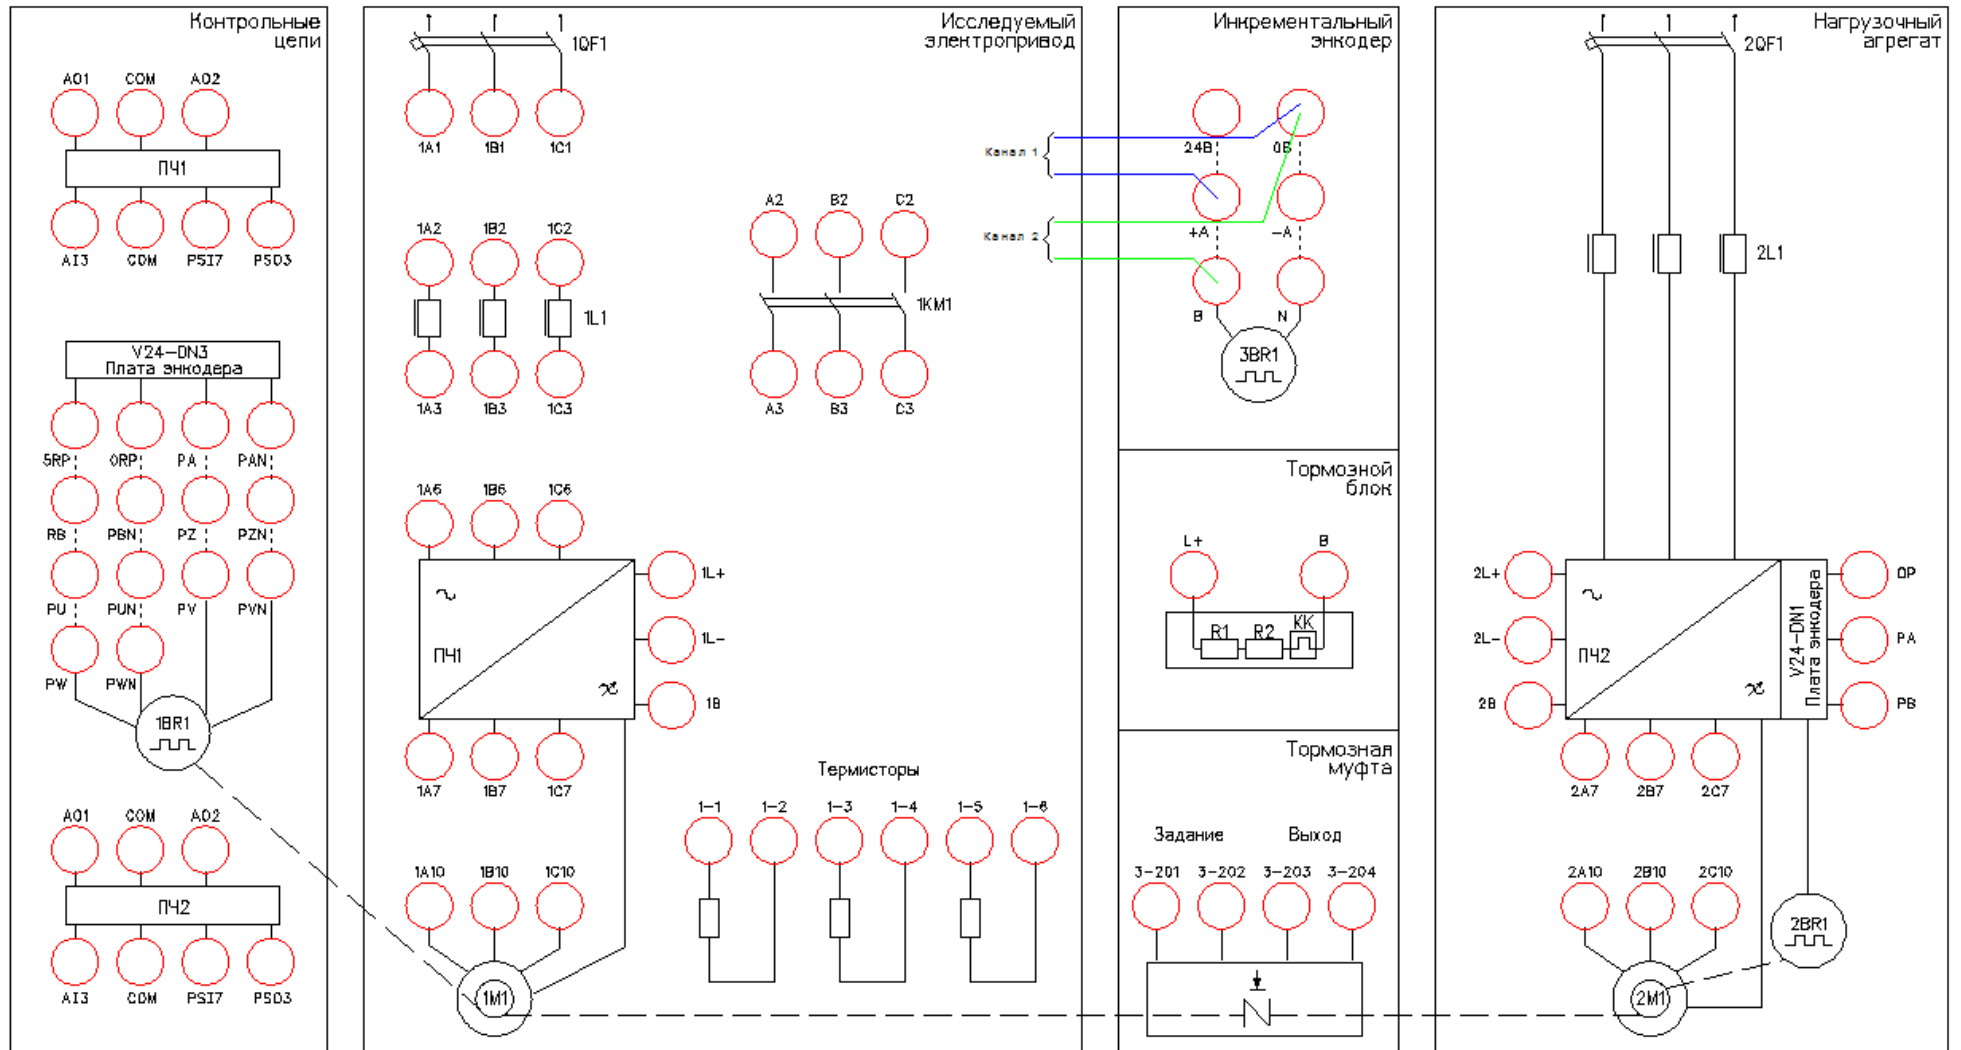

Рисунок 5 – Схема испытаний
5.1.1. Подготовьте схему силовой цепи для выполнения лабораторной работы. Для этого гибкими соединительными проводами из комплекта оборудования лабораторного стенда на панели с мнемосхемой соедините разъёмы так, как показано на рис.5.
Все турбогенераторы, гидрогенераторы, дизель-генераторы, синхронные компенсаторы и двигатели, изготавливаемые в настоящее время, оснащаются современными полупроводниковыми системами возбуждения – рис.3 – рис. 5. В этих системах используется принцип выпрямления трехфазного переменного тока повышенной или промышленной частоты возбудителей или напряжения возбуждаемой машины.
– системы бесщеточные диодные (СБД) – рис.5.